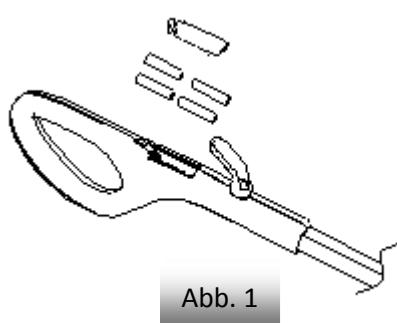

Abb. 1
- 1 Öffnen Sie die Batteriefachabdeckung an der Rückseite des Handgriffs, legen Sie 4x 1,5 V AAA-Batterien ein, und schließen Sie dann wieder die Batteriefachabdeckung. **(Abb. 1)**